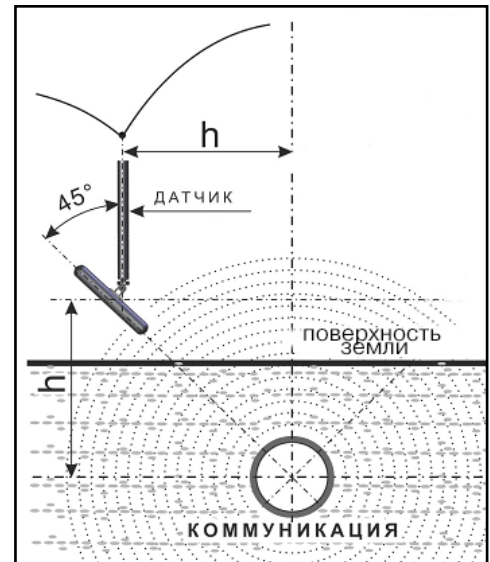

Рис. 7.1
2. При положении датчика ЭМД перпендикулярно трассе и под углом 45° к поверхности земли минимум сигнала наблюдается на удалении от точки «над трассой», равном глубине залегания коммуникации, когда ось антенны пересекает ось трассы. Это - косвенный метод измерения глубины залегания коммуникации (рис. 7.1).